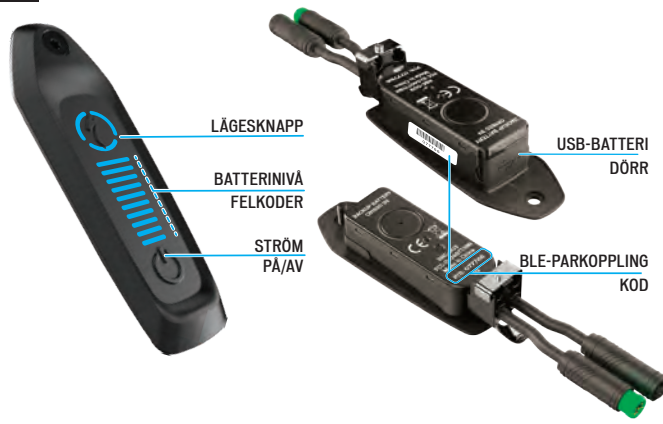

Fig. 8.1
- Inställningslägena för körning visas runt S-knappen (läge) (Fig. 8.1). Bläddra bland lägena genom att trycka in S-knappen (Fig. 8.8).